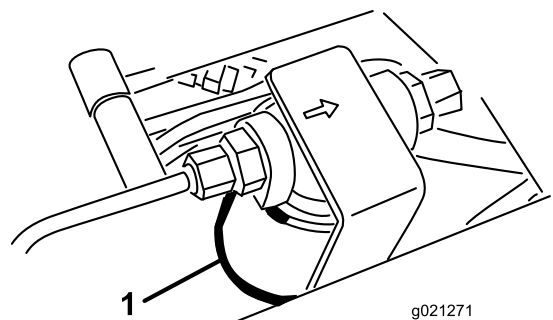
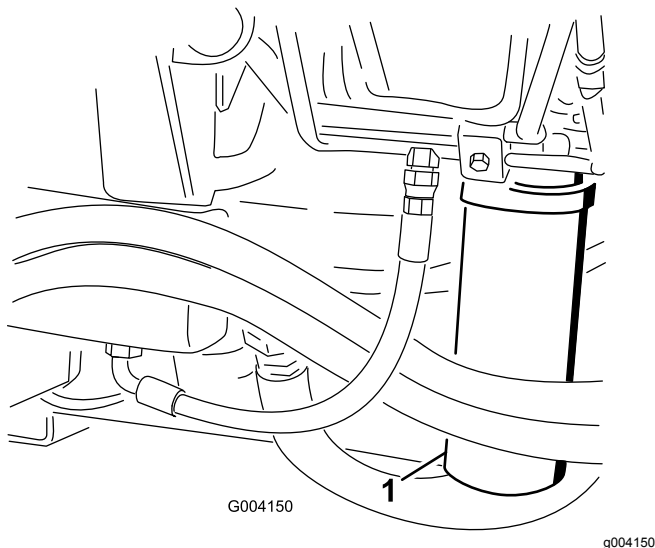

Bild 102
Bild 103
2. Reinigen Sie den Bereich um den Filterbefestigungsbereich und stellen Sie eine Auffangwanne unter den Filter (Bild 102) und (Bild 103).